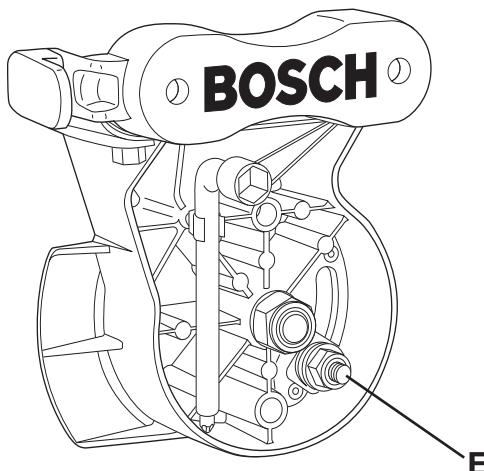

Figure 40. Réglage de la tension du levier de blocage de biseau
2. Placez la clé à douille de 17 mm sur la tête du boulon « E » (Figure 40).